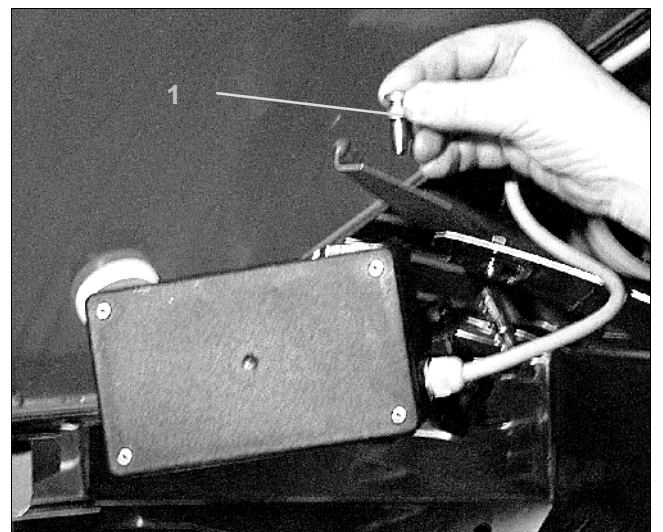

Fig. 103
- Dra ut sprintarna (Fig. 103/1).